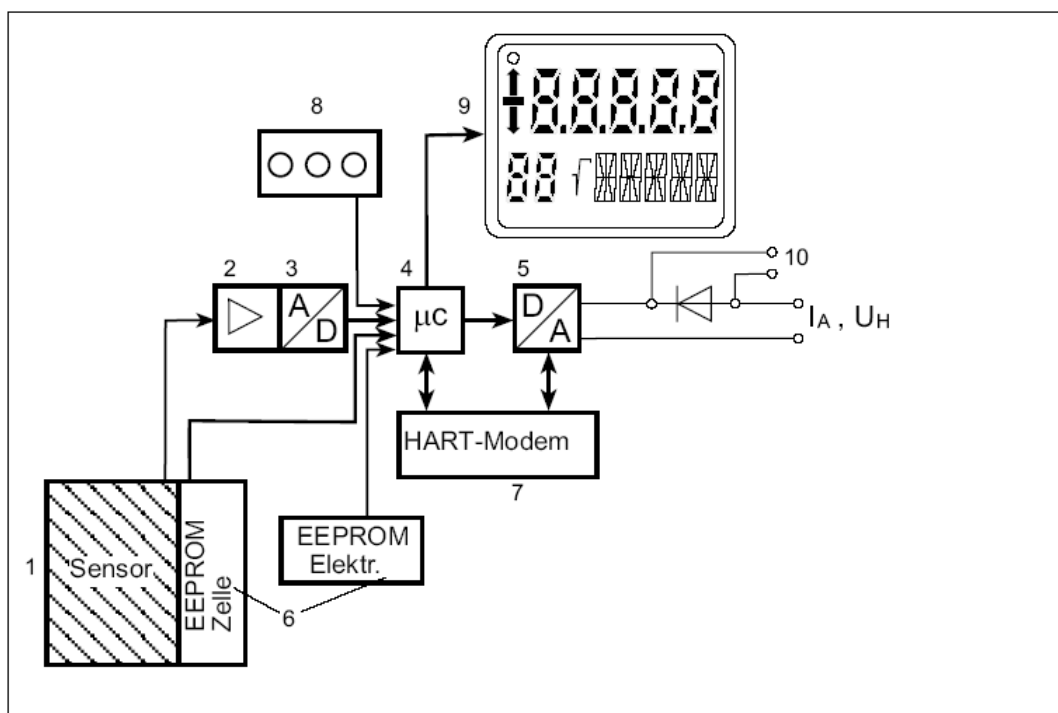

Рис.4. Принципиальная схема датчика давления KM35, электроника
А) Сигнал сенсора усиливается через измерительный усилитель (2, рис. 4) и преобразуется в аналого-цифровом преобразователе (3) в цифровой сигнал. Он обрабатывается в микропроцессоре, исправляется по линейности и температурной характеристике и преобразуется в цифро-аналоговом преобразователе (5) в выходной ток 4-20 мА. Диодная схема (10) создает защиту от спутывания полюсов. Здесь также может быть подсоединена внешняя индикация (падение напряжения <0,5В). Специфические параметры измерительных ячеек, параметры электроники и данные для параметрирования датчика давления фиксируются в двух энергонезависимых ЗУ (6).